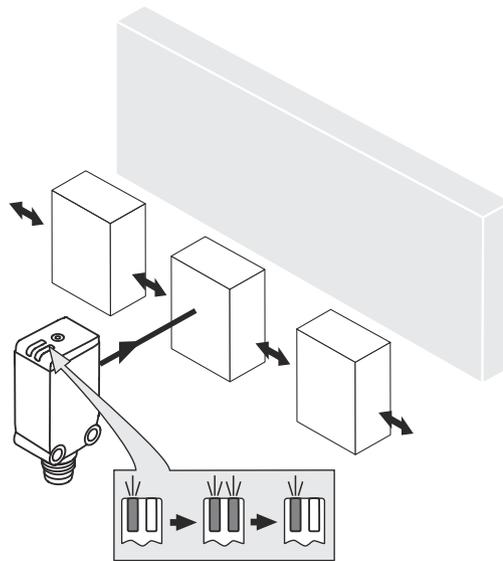

Figura 4: Direção padrão
4. Observe a direção preferencial do objeto em relação ao sensor. ver figura 4, página 154.